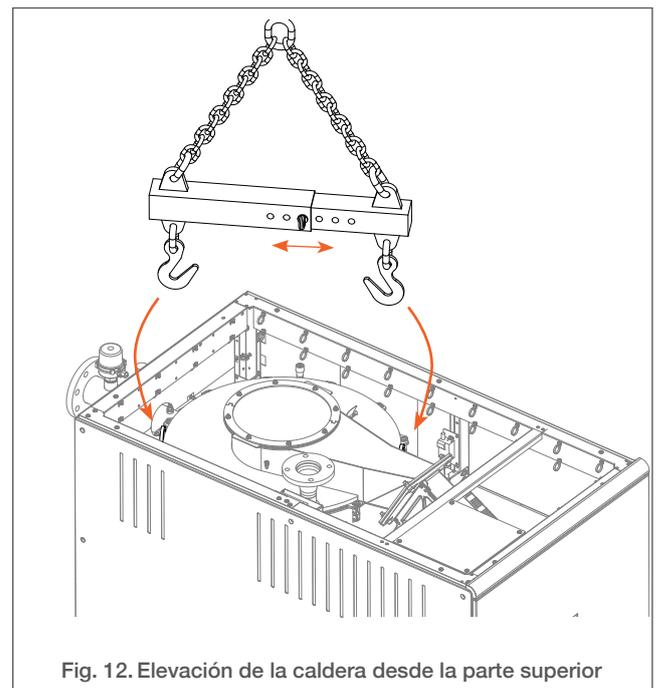

Fig. 12. Elevación de la caldera desde la parte superior
2. Suba la caldera con la barra separadora enganchada a las argollas de izado, como se ilustra en la *Fig. 12 siguiente*.